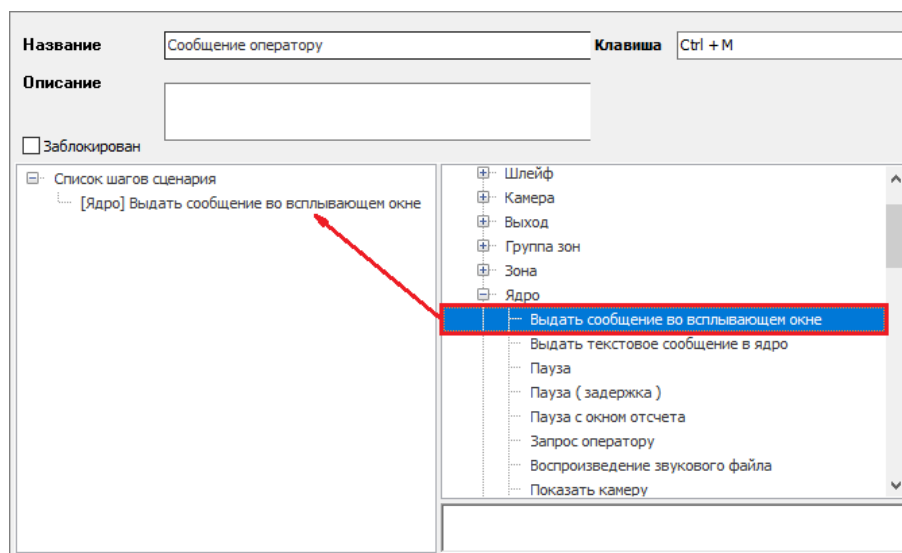

Рисунок 6-589 Добавление шага сценария в список шагов сценария
- дважды кликните левой клавишей мыши в списке возможных сценариев на шаг сценария, который необходимо добавить в список шагов сценария (см. Рисунок 6-589). Соответствующий шаг сценария будет добавлен на последнюю позицию списка шагов сценария;